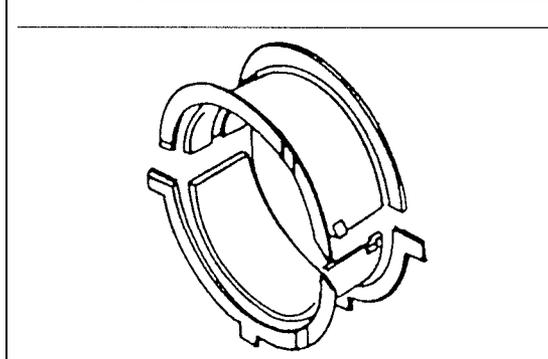
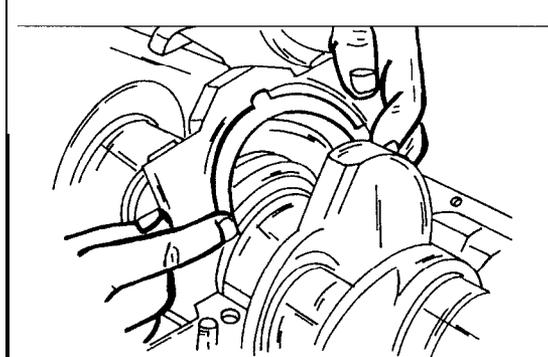

Bild 139
Bild 140
beiden Scheiben mit den Laschen in das Kurbelgehäuse in der in Bild 139 gezeigten Weise eingesetzt werden. Diese Laschen dienen als Verdrehsperre. Die Ölschmiernuten kommen zum Kurbelwellenflansch, ähnlich wie es Bild 140 zeigt.
- Die beiden Halbscheiben in die Aussparungen des mittleren Lagerdeckels einlegen. Die Ölschmiernuten müssen nach aussen weisen (siehe Bild 140). Den Deckel aufsetzen, aber gleichzeitig die beiden Halbscheiben links und rechts mit den Fingern in ihrer Lage halten, damit sie nicht herausrutschen können.